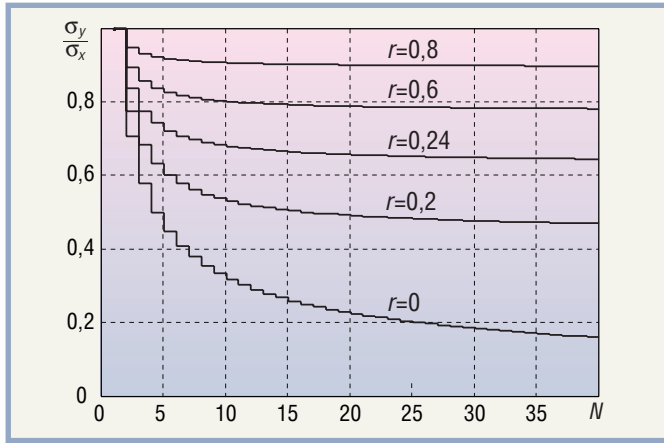

Рис. 7. Уменьшение нормированного среднеквадратического отклонения  $\sigma_y/\sigma_x$  с ростом количества измерений ограничено коэффициентом корреляции  $r$
На рис. 7 показан график, построенный в соответствии с формулой (16).